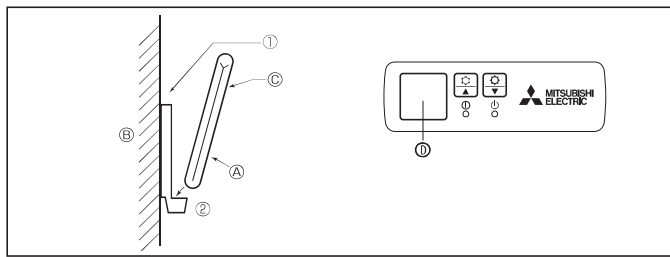

Fig. 6-5
2) วิธีติดตั้ง (Fig. 6-5)
① ติดที่วางรีโมทคอนโทรลในตำแหน่งที่ต้องการโดยใช้สกรูสองตัว
② วางปลายด้านล่างของรีโมทคอนโทรลลง